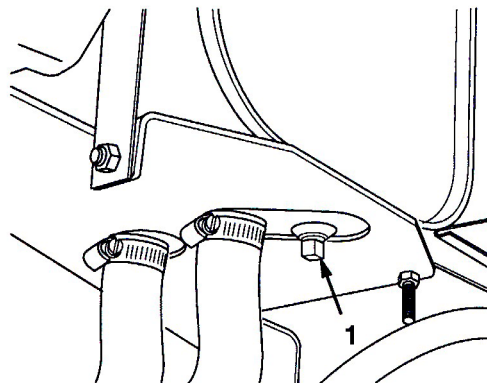

図 41
1. ドレンプラグ (図41) を外し、排出されるオイルを廃油受け容器に回収する。オイルが完全に抜けたらドレン・プラグを取り付け、締めつける。